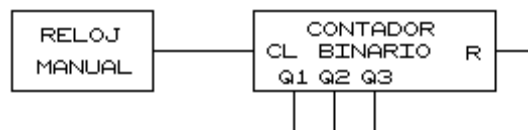

Figura 6.4
1. Arme el circuito de la figura 6.4.